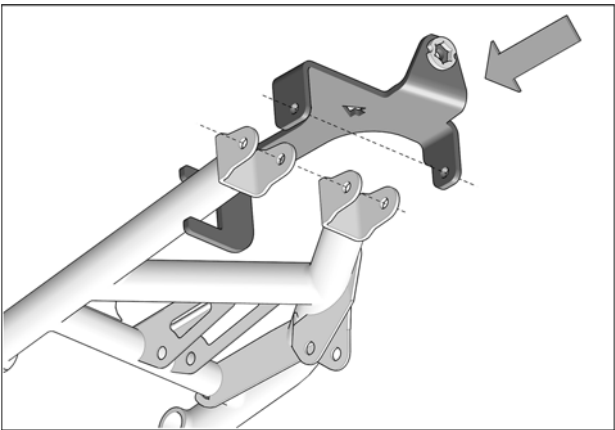

Fig. 5
6. Pivoter et glisser l'ancrage vers le véhicule, le long du tube du bras de suspension, et aligner les trous de fixation de l'ancrage aux trous présents dans le bras. Voir la Fig. 5